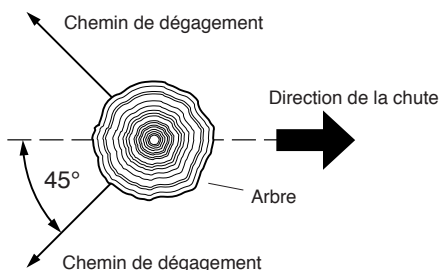

Figure 7 - Chemin de dégagement pour s'éloigner de l'arbre
3. Avant d'abattre un arbre, prévoir un chemin de dégagement et le dégager. Le prévoir à l'opposé de la direction de chute de l'arbre et à un angle de 45°. (Voir la Figure 7.)